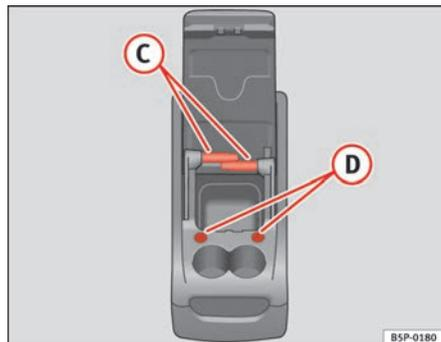

Fig. 114 Porta-objectos móvel. Funções
Para utilizar a mesa (C) ⇒ fig. 114, deve retirá-la do seu alojamento na lateral do porta-objectos móvel e colocá-la no seu alojamento (D) ⇒ fig. 114 na parte frontal do porta-objectos móvel.